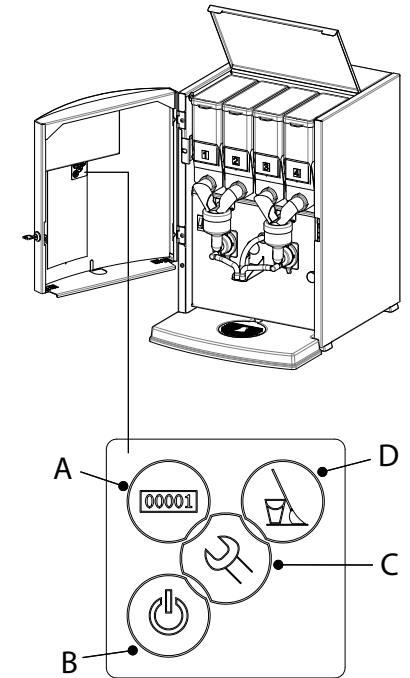

Abb. 22
- Das Bedienungsfeld an der Türinnenseite (Abb. 22) ist u.a. für den Operator bestimmt, um in das Operatormenü und Service menü zu gelangen (nur mit PIN-Code).